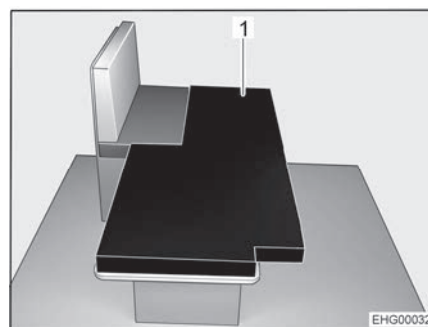

Bild 42 Efter ombyggnaden
- Lägga den extra dynan (Bild 42,1) på det nersänkta bordet så som visas i bild.